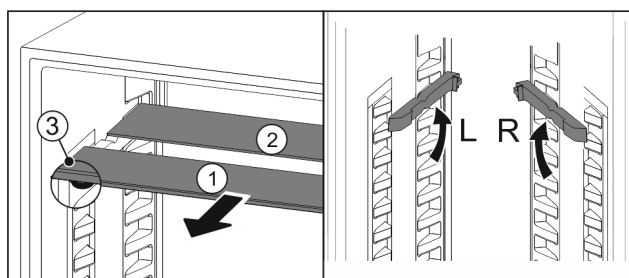

Fig. 55
- Glasplatten einzeln nach vorne herausziehen Fig. 55 (1).
- ▷ Glasplatte Fig. 55 (1) mit Zierleiste liegt vorne.
- ▷ Stopps Fig. 55 (3) zeigen nach unten.